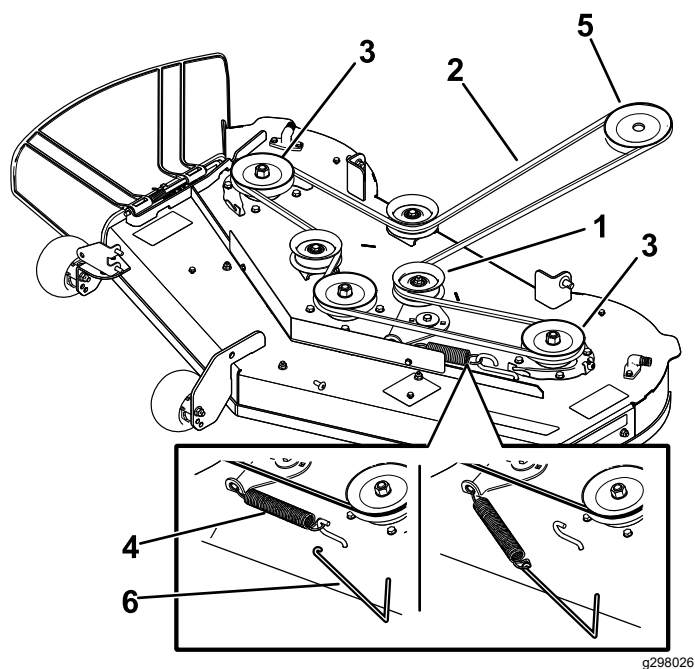

Figura 54
- Pase la correa nueva alrededor de las poleas del motor y del cortacésped (Figura 54).
- Con una herramienta para la retirada de muelles (pieza Toro n.º 92-5771), instale el muelle tensor sobre el gancho de la carcasa y tense la polea tensora y la correa del cortacésped (Figura 54).